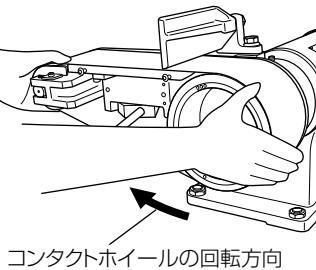

図 10
(3) 研磨ベルトの内側にある矢印をコンタクトホイールの回転方向に合わせてアイドルプーリーとコンタクトホイールに掛けます。（図10）